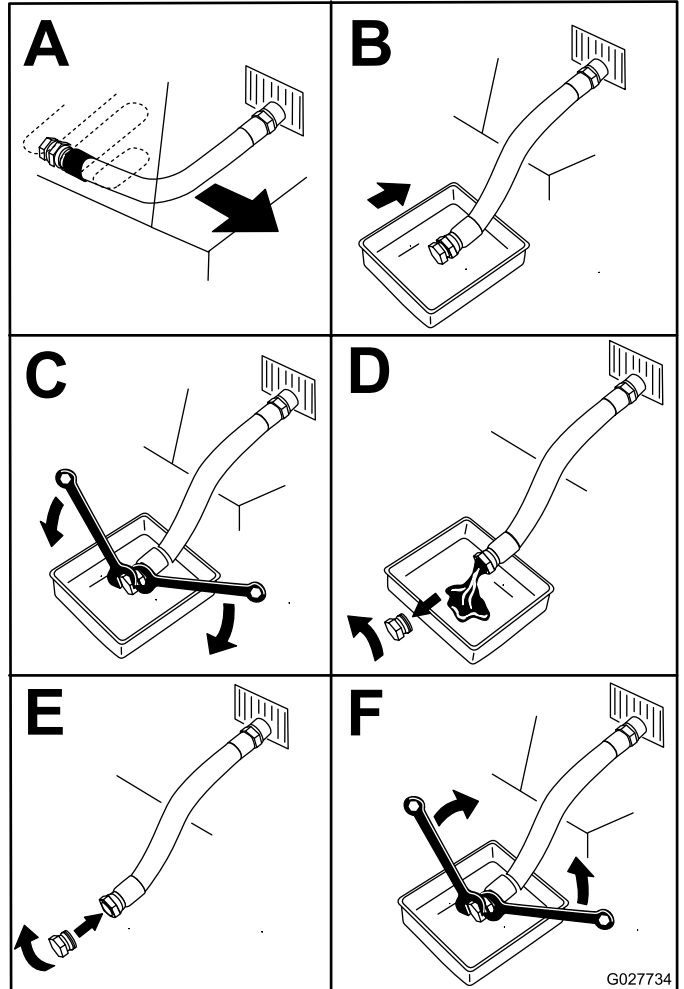

Figura 58
5. Drene el aceite del motor (Figura 58).